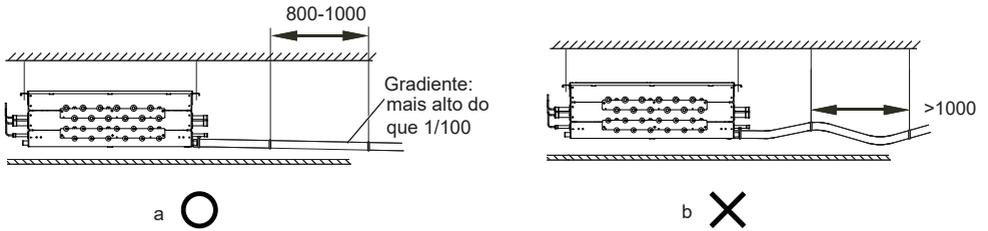

Fig. 7-2
7. Instale os tubos de drenagem no centro. Siga a Fig. 7-2 para fazer a correspondência dos tubos.